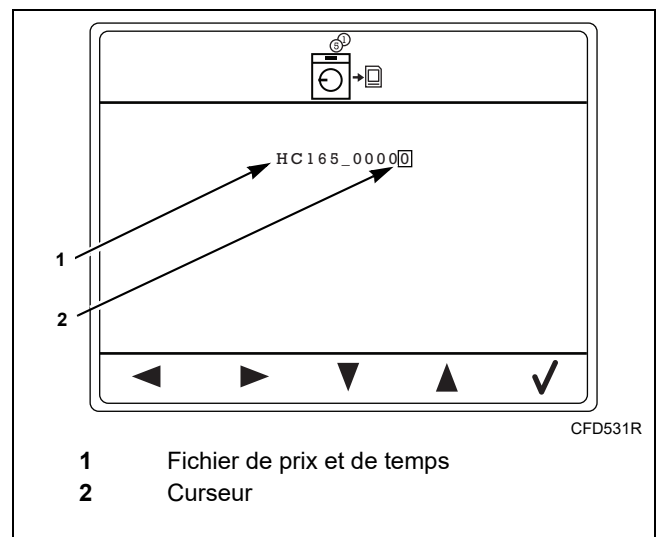

Figure 56
1. Déplacer le curseur à l'aide des touches sous les icônes Gauche/droite pour sélectionner ou ajouter une lettre ou un chiffre. Se reporter à la *Figure 56*.
2. Changer les lettres et les chiffres à l'aide des touches sous les icônes Haut/bas. Se reporter à la *Figure 56*.
3. Appuyer sur la touche sous l'icône Le crochet pour sauvegarder les données sur la carte de données. Se reporter à la *Figure 56*.